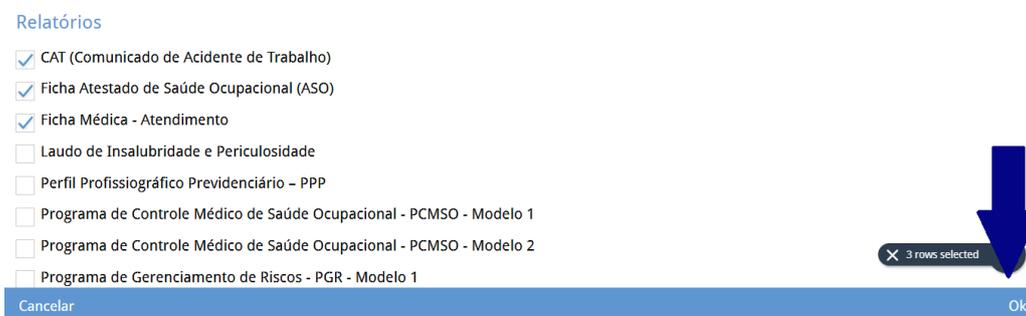

Figura 156: OK
4. Clique em **Ok** (Figura 156) para realizar a seleção.